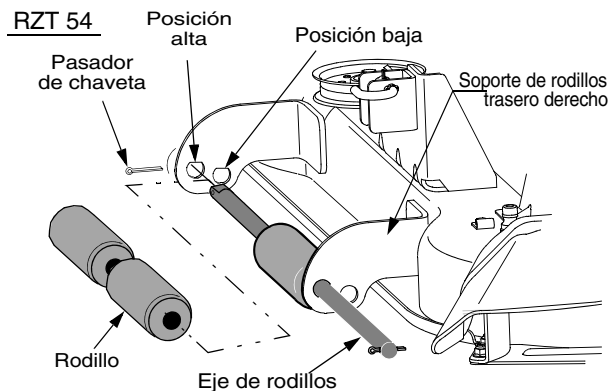

Figura 36
- Extraiga el pasador de chaveta del extremo izquierdo del eje del rodillo. Vea Figura 36.
- Deslice el eje de rodillos hacia la derecha y retire los rodillos a medida que el eje se retira totalmente del soporte trasero derecho de rodillos. Vea Figura 36.